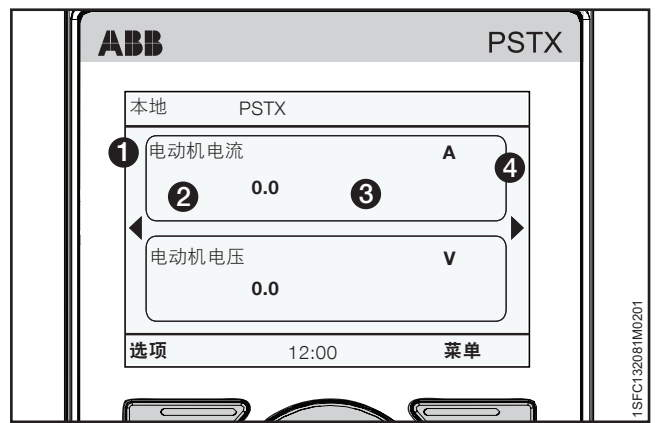

图 6.14
选择主页视图的显示样式。图 6.14 中的 ② 显示了所选的显示样式。
选择主页视图中的小数位数。使用导航键更改该数量。按“保存”以保存该值。小数位显示在图 6.14 的 ③ 中。
按  “保存”以保存显示名称。图 6.14 中的 ① 显示了显示名称。
选择主页视图中的最小值。使用导航键更改该值。按  “保存”以保存该值。图 6.14 中的 ③ 显示了该值。
选择主页视图中的最大值。使用导航键更改该值。按  “保存”以保存该值。图 6.14 中的 ③ 显示了该值。